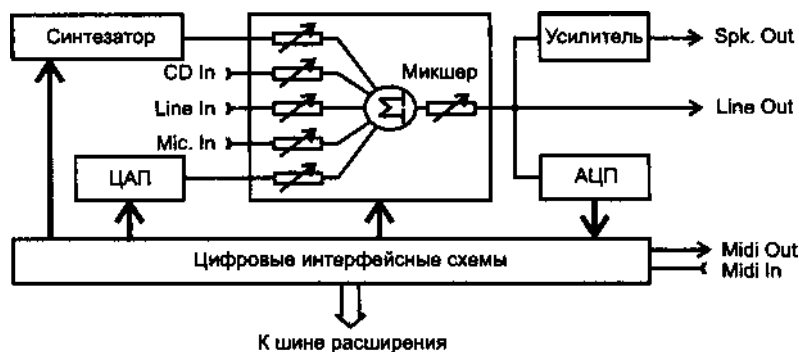

Рис. 12.6. Блок-схема звуковой карты
Упрощенная блок-схема традиционной аналоговой звуковой карты приведена на рис. 12.6. Аналоговые сигналы от различных источников — микрофона, CD (здесь обычно используется аналоговый интерфейс CD-ROM), линейного входа, а также ЦАП и синтезатора — смешиваются микшером. Микшер для каждого входа имеет аналоговые регуляторы с цифровым управлением, позволяющие изменять усиление и баланс стереоканалов. Микшер может быть дополнен регулятором тембра — простейшим регулятором усиления высоких и низких частот или многополосным эквалайзером (на рисунке не показан). С выхода микшера аналоговый сигнал поступает на линейный выход и оконечный усилитель. Мощности усилителя, устанавливаемого на звуковых картах, достаточно для «раскачки» небольших пассивных колонок или наушников. Любопытно, что на некоторых высококачественных картах устанавливается маломощный усилитель, работающий только на наушники или активные колонки, — мощному усилителю, в общем-то, не место рядом со слаботочными сигнальными цепями. Кроме того, мощные усилители для низкоомной нагрузки требуют на выходе разделительных конденсаторов большой емкости, которые трудно разместить на звуковой карте. Малая емкость этих конденсаторов «завалит» низкие частоты, чем испортит звучание хорошей карты.
Несмотря на наличие двух каналов DMA далеко не все карты позволяли работать в полнодуплексном режиме цифрового канала — одновременно и независимо вводить и выводить цифровой поток. Полный дуплекс нужен, например, для IP-телефонии: аналоговый сигнал от микрофона поступает на АЦП, с которого цифровой поток в сжатом виде укладывается в пакеты IP-транспорта. Одновременно из принятых пакетов данные через ЦАП направляются на аудиовыход. В структуре, изображенной на рис. 12.6, эти потоки пересекаются в микшере. Практически все современные карты поддерживают полный дуплекс. В них имеется два микшера — один для записи, другой для воспроизведения. В сложных картах может быть и пара преобразователей ЦАП (стереофонических), один из которых служит для воспроизведения звукозаписи, а другой обслуживает цифровые синтезаторы. В современных картах, построенных на основе сигнальных процессоров, аналоговые микшеры заменяются цифровыми. В ряде карт число входов у микшеров (4) меньше, чем число возможных источников сигнала. Тогда на карте имеется программно-управляемый коммутатор, с помощью которого можно выбрать источники, посылаемые на микшер записи и микшер воспроизведения.